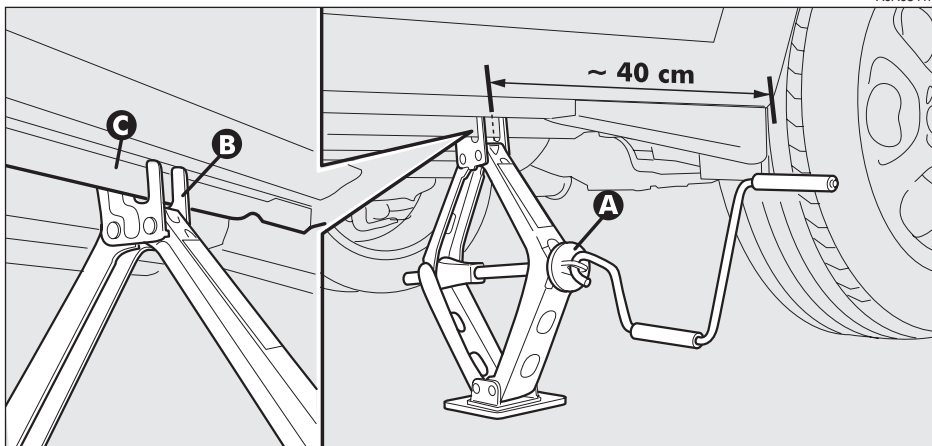

fig. 6
– accione el dispositivo (A-fig. 6) para abrir el gato parcialmente hasta que la ranura (B) en la parte superior del gato se introduzca correctamente en el perfil inferior de la carrocería (C) a unos 40 cm del perfil del cárter de la rueda;